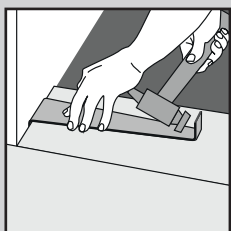

Rys. 3b
4. Rozpocząć drugi rząd, mocując pióro do wpustu metodą klik; deskę trzymać pod kątem (około 30°), a następnie wstukać deskę/plytkę ciasno we wpust pierwszego rzędu. Kolejną deskę/plytkę zamontować, ostrożnie, łącząc pióro i wpust po długiej stronie (Rys. 3). Płytki i deski należy montować przesunięte względem siebie, aby cztery kąty nigdy się nie spotykały. (Rys. 3a i Rys. 3b).